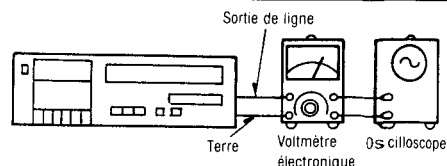

Fig. 2
1. Brancher les appareils comme indiqué dans la Fig. 2.
- Brancher les appareils comme indiqué dans la Fig. 2.